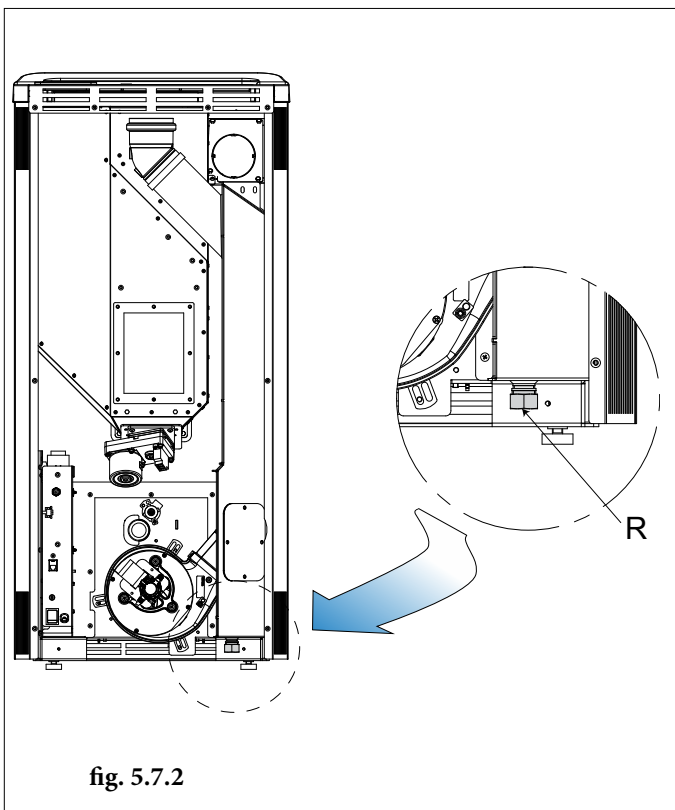

fig. 5.7.2
5.7.2 Como medida de seguridad adicional está previsto un racor roscado con tapón de cierre, para conectar un tubo de descarga de la condensación en la eventualidad remota e improbable de que fuera necesario (Fig. 5.7.2).